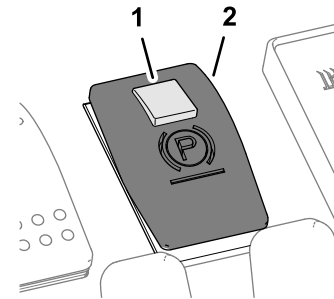

Figura 6
- Per inserire il freno di stazionamento, fate scorrere il pulsante di blocco piccolo posto nella parte superiore dell'interruttore verso dietro e premete l'interruttore in avanti (Figura 6).